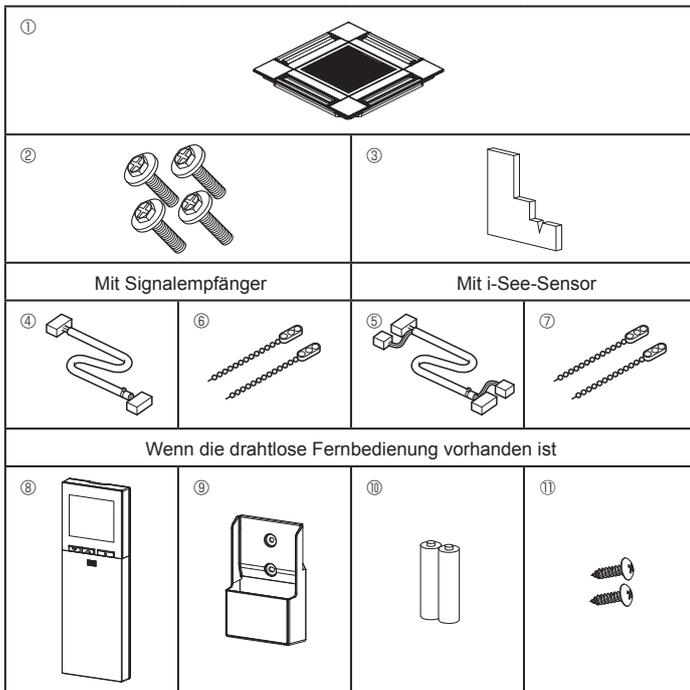

Fig. 6-1
6.1. Überprüfung des Gitterzubehörs (Fig. 6-1)